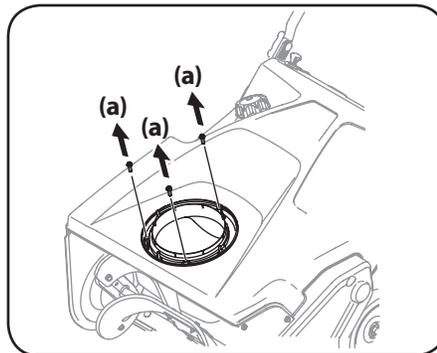

Figure 2-7
2. Enlevez les boulons hexagonaux (a) de la base de la goulotte. Voir Figure 2-7.